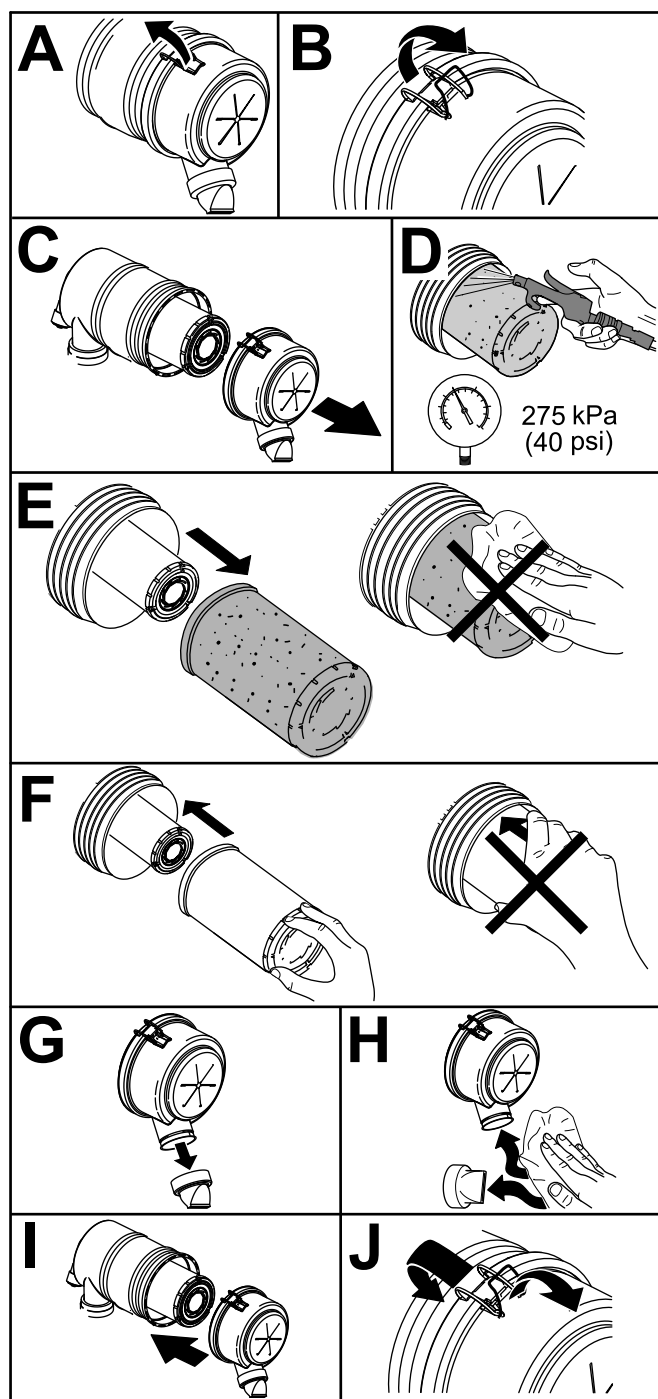

Рисунок 81
1. Замените воздухоочиститель (Рисунок 81).